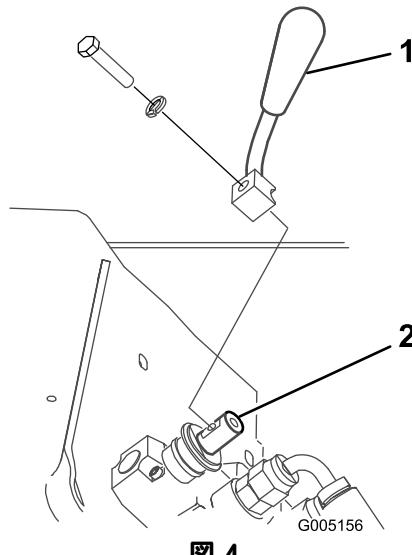

図 4
- ボルトとロックワッシャを使って、レバーを速度セレクタに 図 4 のように固定する。